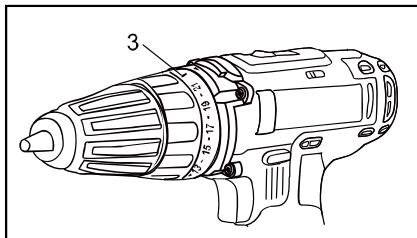

Рис. 4
Свердління позначене значком (3)  на обертовому кільці (Рис. 4).